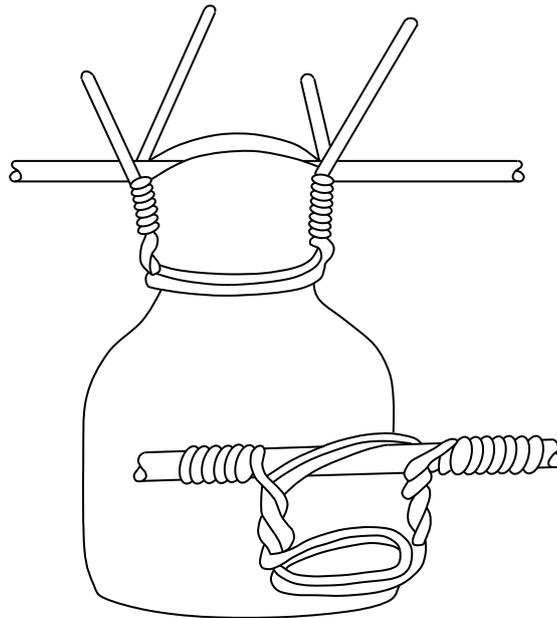

Рис. 1. Крепление провода к изолятору на промежуточной опоре
7.4. Выполнить промежуточную вязку провода на изоляторе (рис.1).